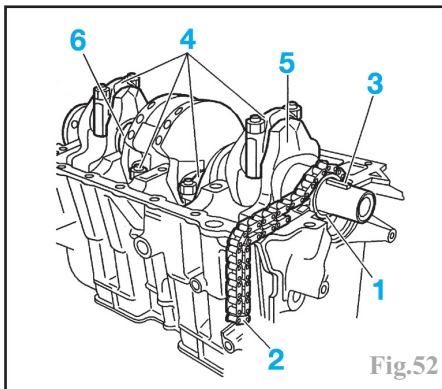

Fig.52
- le pignon (1) et la chaîne d'entraînement (2) de la pompe à huile et la clavette (3) (Fig.52).
- reposer la clavette (3), le pignon (1) et la chaîne d'entraînement de la pompe à huile (2) en bout du vilebrequin (Fig.52).